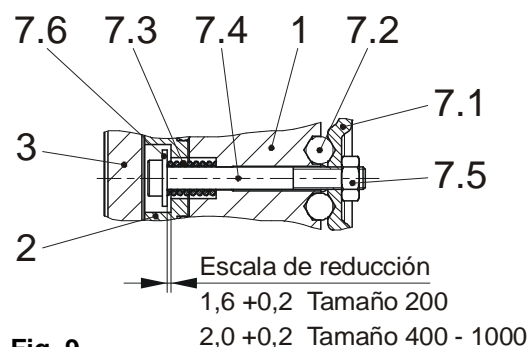

Fig. 9
Mediante levantamiento de las palancas de desbloqueo manual (7.1) de las bolas de acero (7.2) se empujan los dos tornillos cilíndricos (7.4) incl. discos (7.6) conjuntamente con la arandela de anclaje (2) contra el portabobinas (1) (Fig. 9).